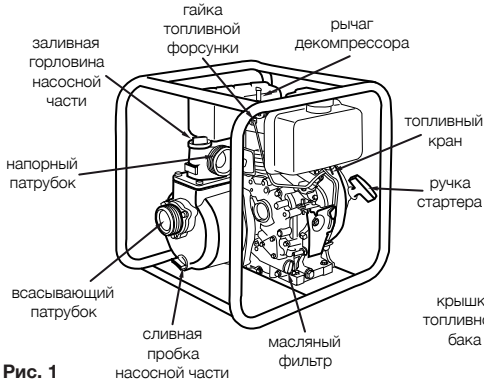
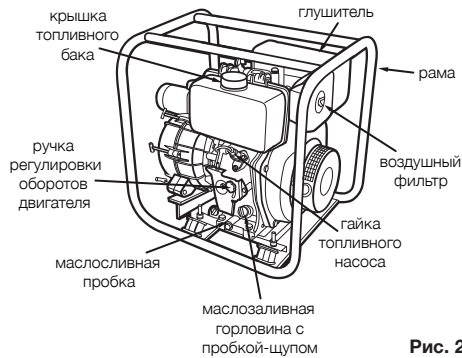

Рис. 1
Рис. 2
7.1. Насос (см. рис. 1 и рис. 2) состоит из следующих основных частей: рама, однопоршневой 4-х тактный дизельный двигатель внутреннего сгорания с воздушным охлаждением, насосная часть. Рабочее колесо насосной части закреплено непосредственно на валу двигателя, что обеспечивает компактность и исключает потери мощности.